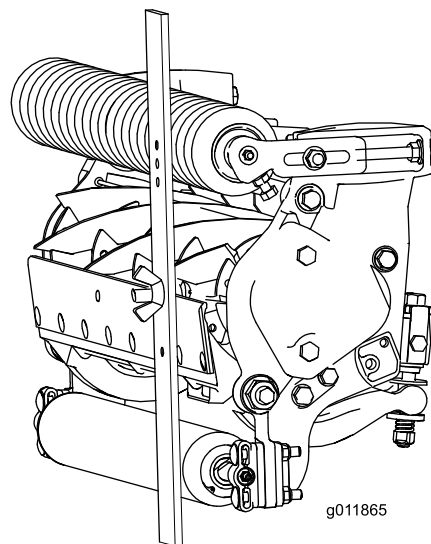

Figura 16
3. Prenda a cabeça do parafuso ao gume cortante da lâmina de corte e apoie a extremidade traseira da barra no rolo traseiro (Figura 16).
4. Rode o parafuso de ajuste até que o rolo frontal entre em contacto com a barra indicadora (Figura 16). Ajuste ambas as extremidades do rolo até que todo o rolo esteja paralelo à lâmina de corte.